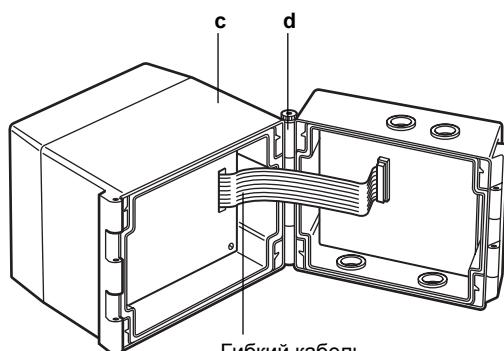

Рис. 2
3. Откройте переднюю часть 'c' (Рис. 2).